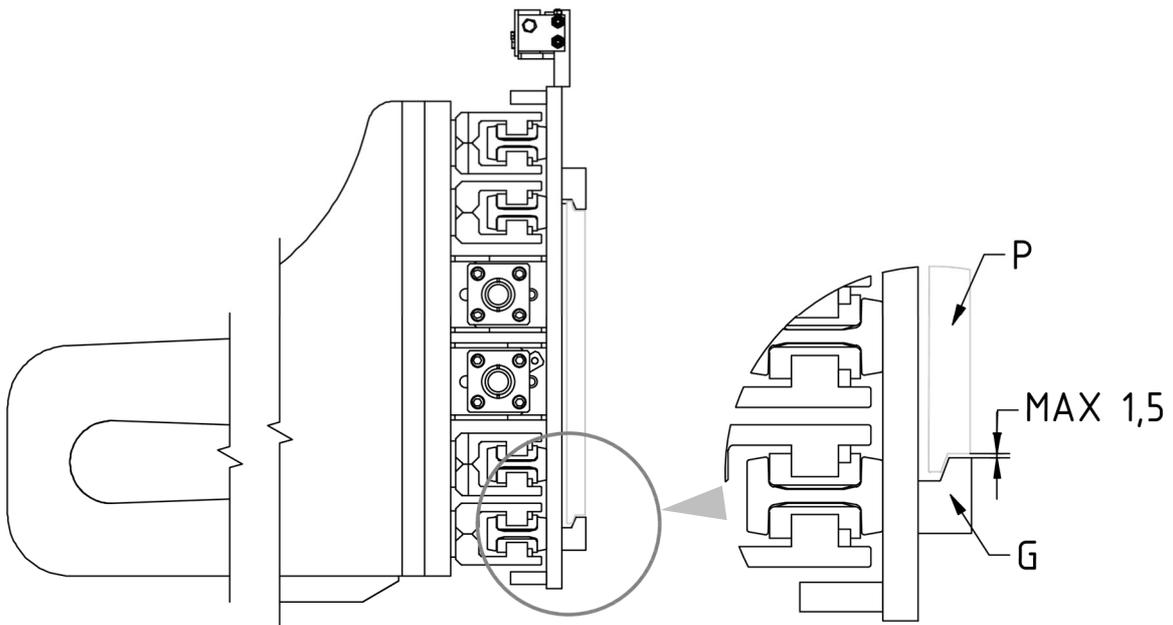

Abbildung 4
7. Schrauben Sie die 2 unteren Haken **G** so an, dass ihr Körper auch unterhalb der Gabelträgerplatte **P** eingehängt bleibt (mit einem Spiel von max. 1,5 mm, siehe Detail *Abbildung 4*) und ziehen Sie sie mit dem in der *Tabelle 3* genannten Anzugsmoment an.
3. Überprüfen Sie das Spiel zwischen dem unteren Teil der Gabelträgerplatte und den unteren Haken des Geräts und stellen Sie sicher, dass es den Angaben in *Abbildung 4* (Seite 12) entspricht. Falls erforderlich, ziehen Sie die Schrauben nach, die diese Teile halten.